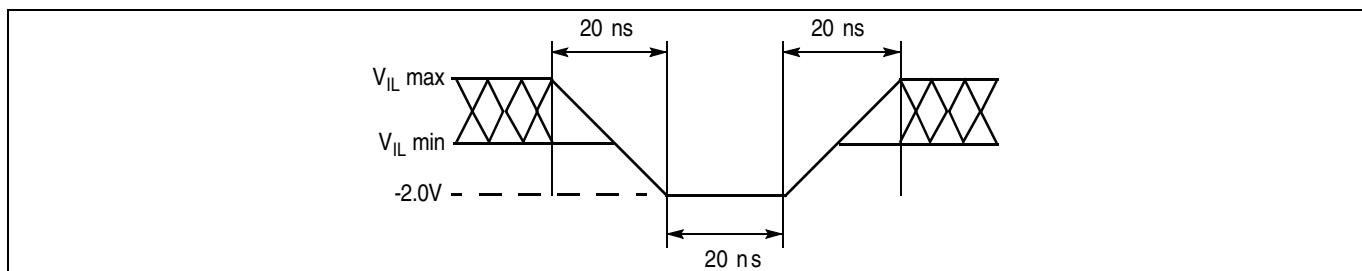
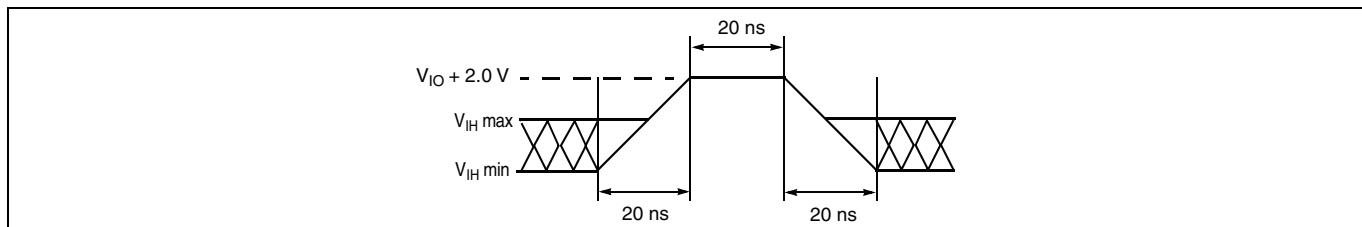

Figure 11 最大ネガティブ オーバーシュート波形
Figure 12 最大ポジティブ オーバーシュート波形
- 98. 入力ピンまたはI/Oピンの最小DC電圧は-0.5 Vです。電圧遷移中、入力ピンまたはI/Oピンは、最大20 nsの間、V_{SS}を-2.0 Vにアンダーシュートする場合があります。Figure 11を参照してください。入力ピンまたはI/Oピンの最大DC電圧はV_{CC}+0.5 Vです。電圧遷移中、入力ピンまたはI/Oピンは最大20 nsの間、V_{CC}+2.0 Vにオーバーシュートする場合があります。Figure 12を参照してください。